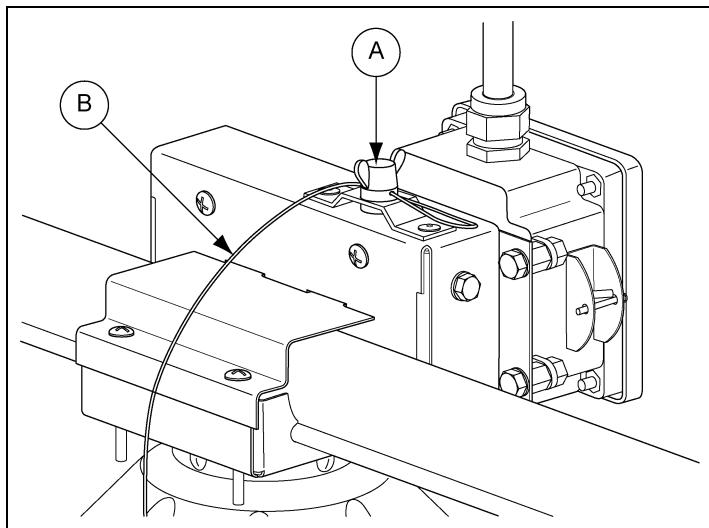

Рисунок 4V
4. Подсоедините регулировочные тросы уровня корма к гайке AZUMA, которая находится в верхней части управляющего лотка, как показано на Рисунок 4V. Описание регулировки уровня корма для получения необходимых результатов см. в сх. на стр. 18.